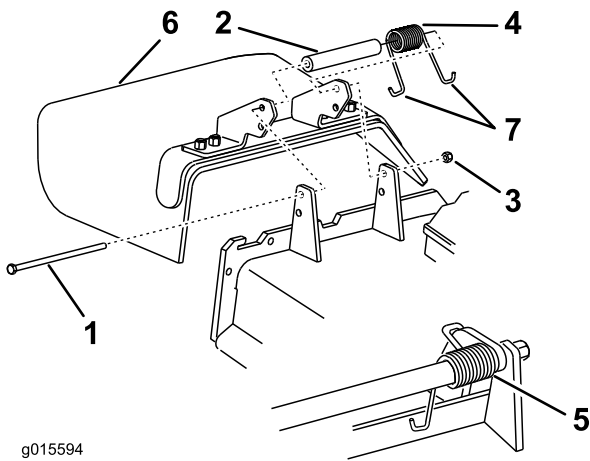

Figura 97
1. Retire la contratuerca, el perno, el muelle y el espaciador que sujetan el deflector a los soportes de pivote (Figura 97).
Nota: Asegúrese de colocar un extremo en **J** del muelle detrás del reborde de la carcasa antes de instalar el perno, según se muestra en Figura 97.
4. Instale el perno y la tuerca. Coloque un extremo en **J** del muelle alrededor del deflector de hierba (Figura 97).